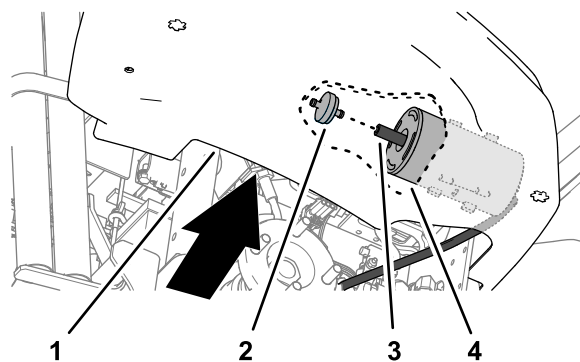

Figura 32
4. De la marginea de jos, interioară a consolei, trageți filtrul pentru recipientul din carbon spre spate i în afara furtunului de la capătul recipientului din carbon (Figura 32).
5. Introduceți un nou filtru pentru recipientul din carbon în furtunul de la capătul recipientului din carbon (Figura 32).